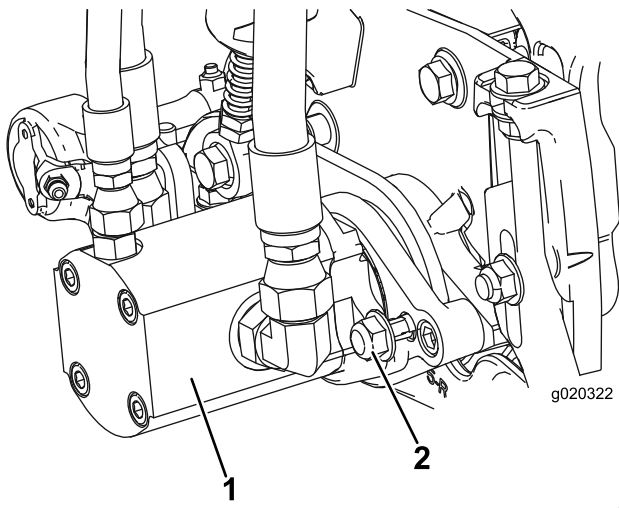

图 11
- 16. 以顺时针旋转的方式插入马达以使马达凸缘与锁紧螺母保持一定空隙 (图 11)。逆时针旋转马达直至凸缘环绕住螺母然后拧紧螺母。